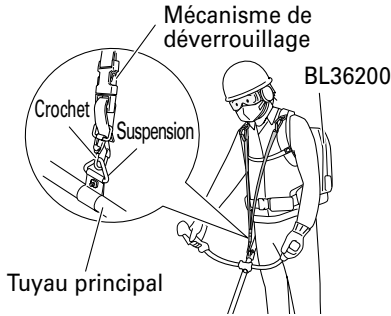

Fig. 14
- (1) Accrochez la courroie au harnais BL36200 (en deux points) comme cela est indiqué sur la Fig. 14 puis passez la courroie dans le crochet du tuyau